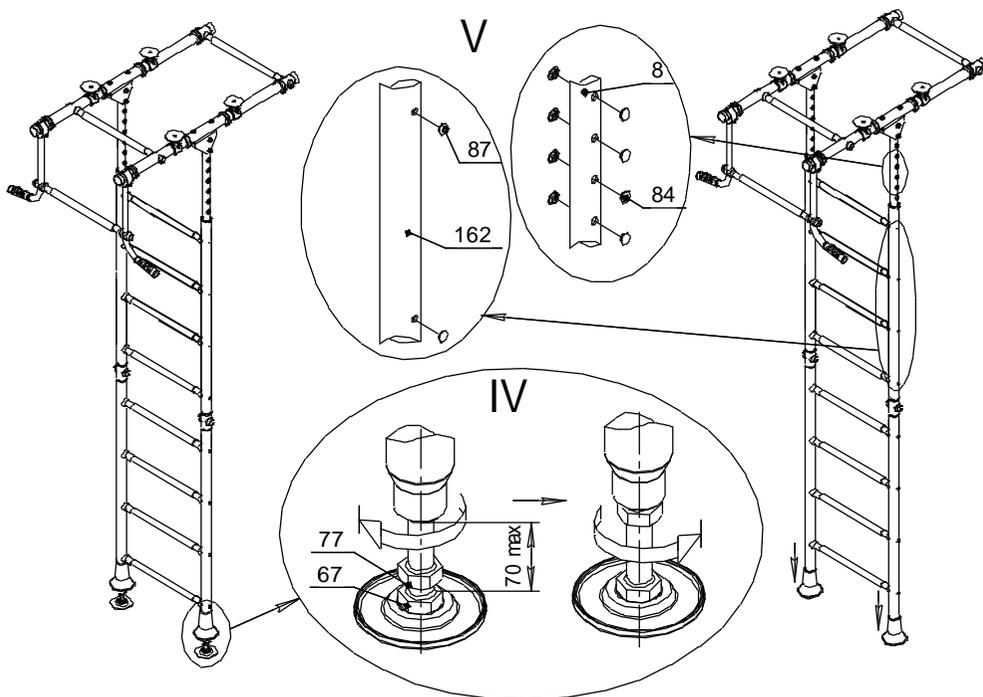

Рис.7
**V-** Сдвинуть колпаки поз.14 вниз до упора; установить заглушки поз.84; 87(рис.7).